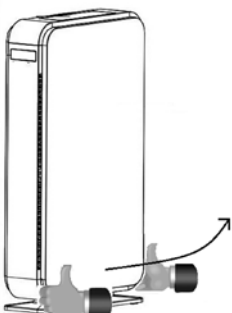

Bild 3
1. Nehmen Sie die Abdeckung auf der Rückseite des Gerätes ab. Ziehen Sie die Abdeckung an der Unterseite an den Rundungen mit beiden Händen aus der Rastung und entfernen Sie den Deckel (siehe Abbildung 3).